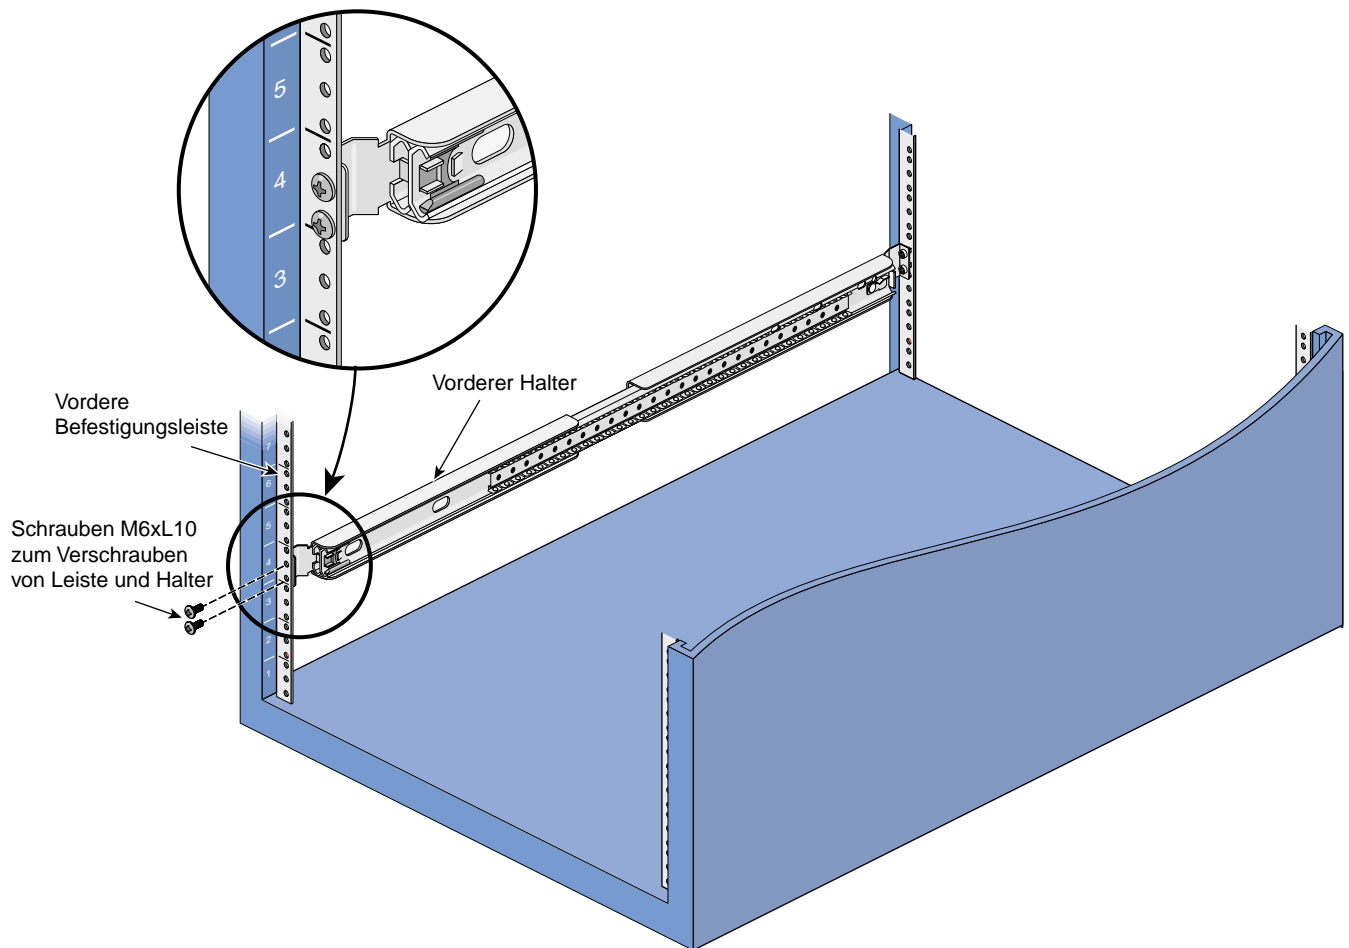

Abbildung 2-5 Befestigen des Auszug-Halters an der vorderen Befestigungsleiste des Racks
2. Ziehen Sie den Halter mit zwei M6xL10-Schrauben (siehe Tabelle 2-2) an der Befestigungsleiste des Racks (siehe Abbildung 2-5) fest.